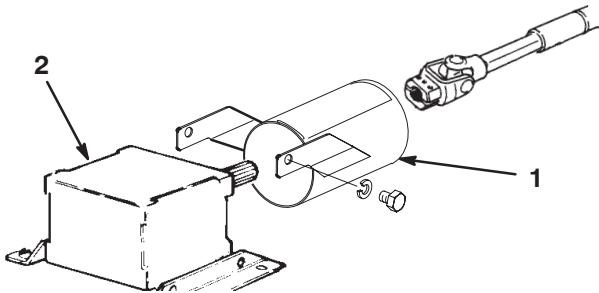

Bild 7
3. Nehmen Sie die zwei Kopfschrauben und die Sicherungsmuttern ab, mit denen die Befestigungshalterungen der ZWA-Abdeckung am Getriebe befestigt sind (Bild 7). Bewahren Sie die Befestigungen für eine spätere Installation auf.
4. Schieben Sie die ZWA-Wellenabdeckung auf die ZWA-Welle und positionieren Sie die Abdeckung, wie in Bild 7 dargestellt.